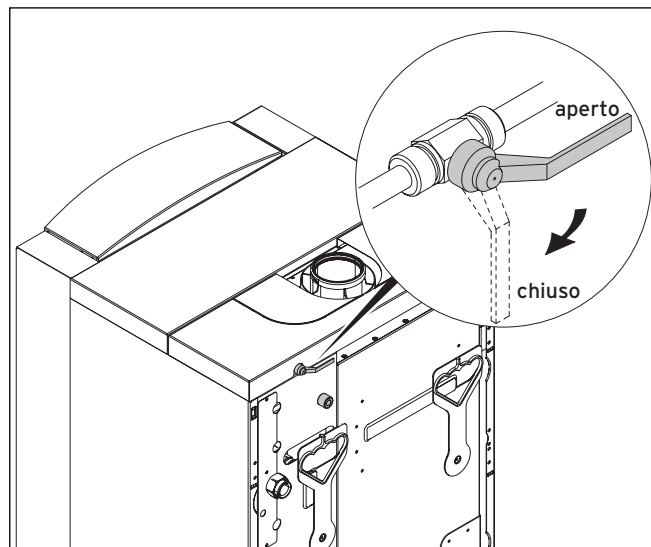

Fig. 6.1 Apertura della valvola di riempimento
- Misurare il tenore di CO₂ sul bocchettone di misurazione fumi (5).
- Impostare, se necessario, il valore fumi corrispondente (vedere fig. 6.1) ruotando la vite (4).